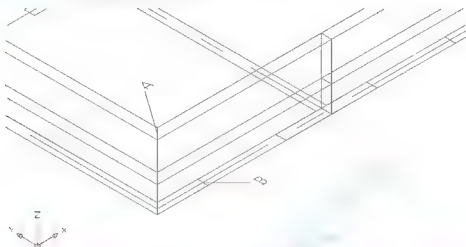
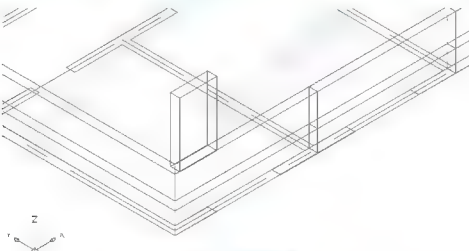

图 6.13 多段线起点和终点的位置
图 6.14 绘制窗间墙
(2) 启动【多段线】命令(快捷键 PL)。
① 在指定起点: 提示下, 捕捉如图 6.13 中所示的 A 点作为多段线的起点。由于当前线宽为“240”, 所以不需修改线的宽度。
② 在指定下一点或 [圆弧(A)/闭合(C)/半宽(H)/长度(L)/放弃(U)/宽度(W)]: 提示下, 捕捉如图 6.13 中所示的 B 点作为多段线的终点, 按 Enter 键结束命令, 结果如图 6.14 所示。
- 图 6.13 中的 A 点和 B 点并不在一个水平面上, 但绘制出的多段线的起点和终点却在同一个水平面上, 这是因为【多段线】命令是一个二维绘图命令, 多段线的 Z 坐标值是由起点的坐标值决定的, 所以多段线的终点并不与 B 点相重合, 这是绘制三维模型时的一个技巧。